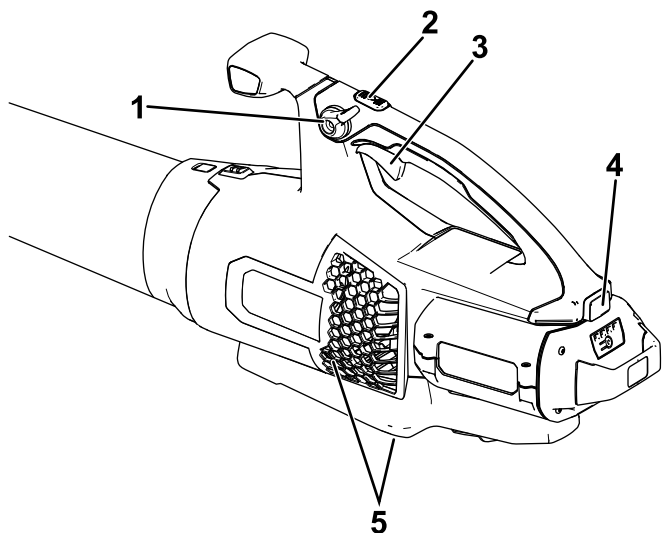

Figura 7
4. Para arrancar el soplador, apriete el gatillo de velocidad variable (Figura 7).
**Nota:** Active el bloqueo de velocidad para mantener la máquina encendida sin tener que apretar el gatillo de velocidad variable (Figura 7).
Para obtener el máximo rendimiento (velocidad de aire), mantenga pulsado el botón de potencia turbo durante el tiempo deseado (Figura 7).
Para ajustar la velocidad del aire mientras sopla, utilice el gatillo de velocidad variable (Figura 7).
Para mantener la velocidad actual del aire, active el bloqueo de velocidad (Figura 7).
Para apagar el soplador, desactive el bloqueo de velocidad (si lo está usando) y suelte el gatillo de velocidad variable (Figura 7).